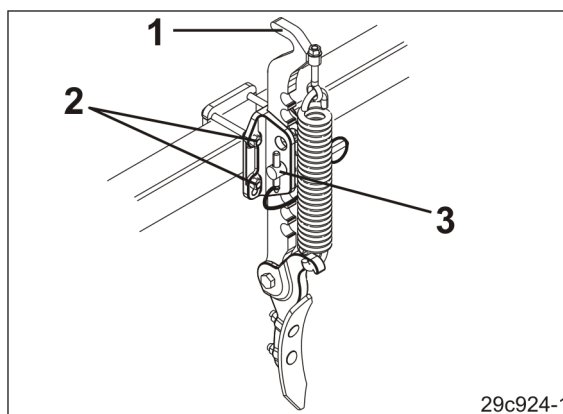

Рис. 184
1. Тримайте розпушувач слідів коліс трактора за ручку (Рис. 184/1).
2. Послабте болти (Рис. 184/2) і перемістіть розпушувач слідів коліс трактора по горизонталі.
3. Затягніть гвинти (Рис. 184/2).
2. Послабте палець (Рис. 184/3) і перемістіть розпушувач сліду коліс трактора по вертикалі.
3. Після завершення налаштування зафіксуйте палець (Рис. 184/3) шплінтом.